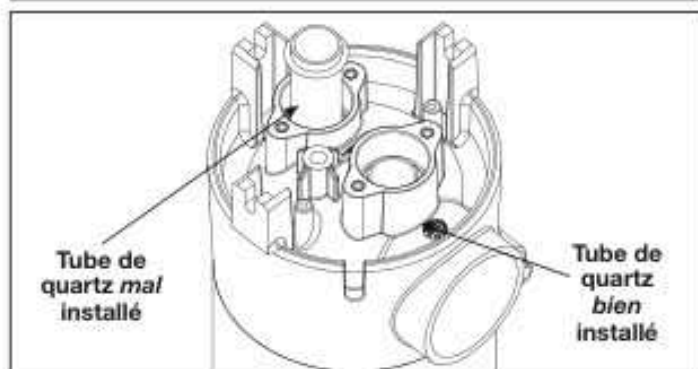

Figure 8. Installation du tube de quartz UV
1. Tenir le tube de quartz de sorte qu'il soit orienté à la verticale. Insérer le tube de quartz dans le réacteur UV jusqu'à ce qu'il soit complètement fixé au fond du réacteur UV. Voir la Figure 8.
3. Placer le dispositif de retenue de la lampe sur le tube de quartz. Utiliser la clé hexagonale incluse dans le sac de pièces pour fixer le dispositif de retenue de la lampe au réacteur UV, à l'aide des vis et des rondelles de retenue de la lampe. Serrer les vis de retenue de la lampe à un couple de 15 po-lb. S'assurer que les brides de retenue de la lampe sont complètement fixées sur le réacteur UV. Voir la Figure 8.